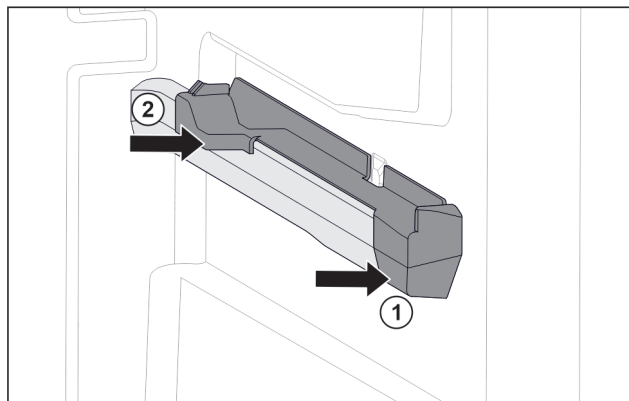

Fig. 63 右侧容器肋梁上的插装件
- ▶ 将插装件前部放到容器肋梁上。 Fig. 63 (1)
- ▶ 压紧插装件后部。 Fig. 63 (2)